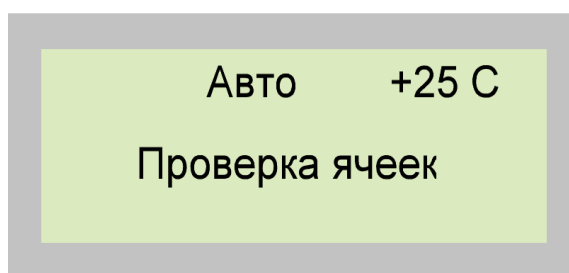

Рис.7
2.4.8 Нажать кнопку «ПРИНЯТЬ (ОК)» панели управления. На экране появится надпись «ПРОВЕРКА ЯЧЕЕК» рисунок7, свидетельствующая о выполнении тестирования наличия ячеек и отсутствие недопустимой утечки или пробоев в исследуемых диэлектриках. .